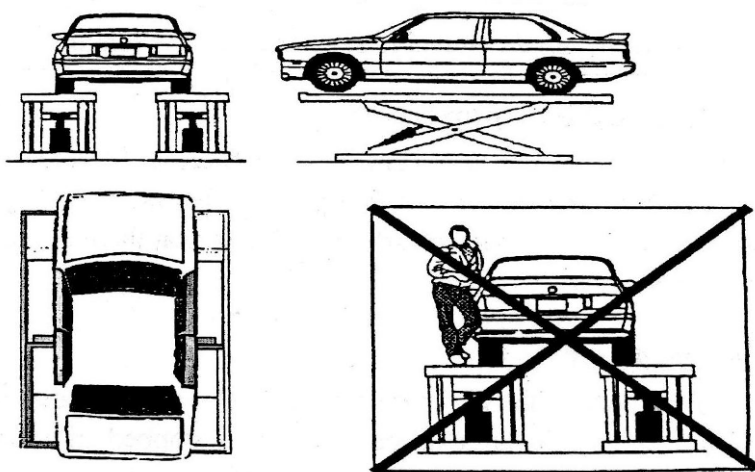

Рис.7. Правильная установка автомобиля.
- убедитесь, что автомобиль правильно установлен на подъемнике (Рис.7);
- убедитесь в отсутствии людей на платформах подъемника во время операций подъема или опускания подъемника, а так же когда он находится в поднятом положении (Рис.7).